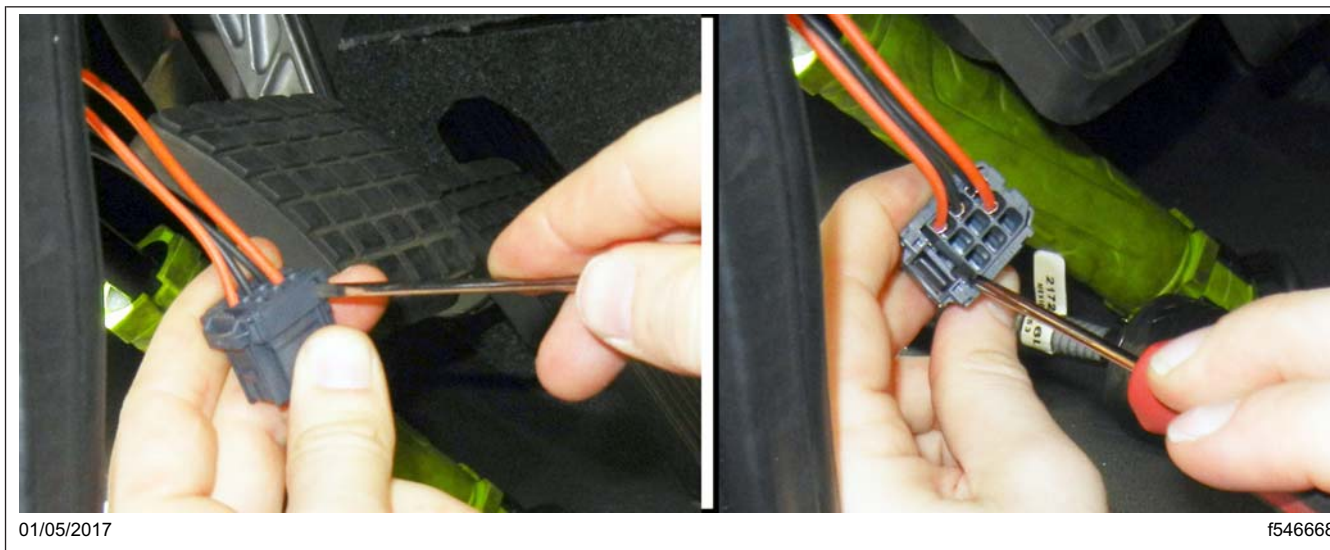

Fig. 9, Déboîtez le verrou de borne du connecteur 52B
11. Déboîtez le verrou de borne. Reportez-vous à la figure 9.